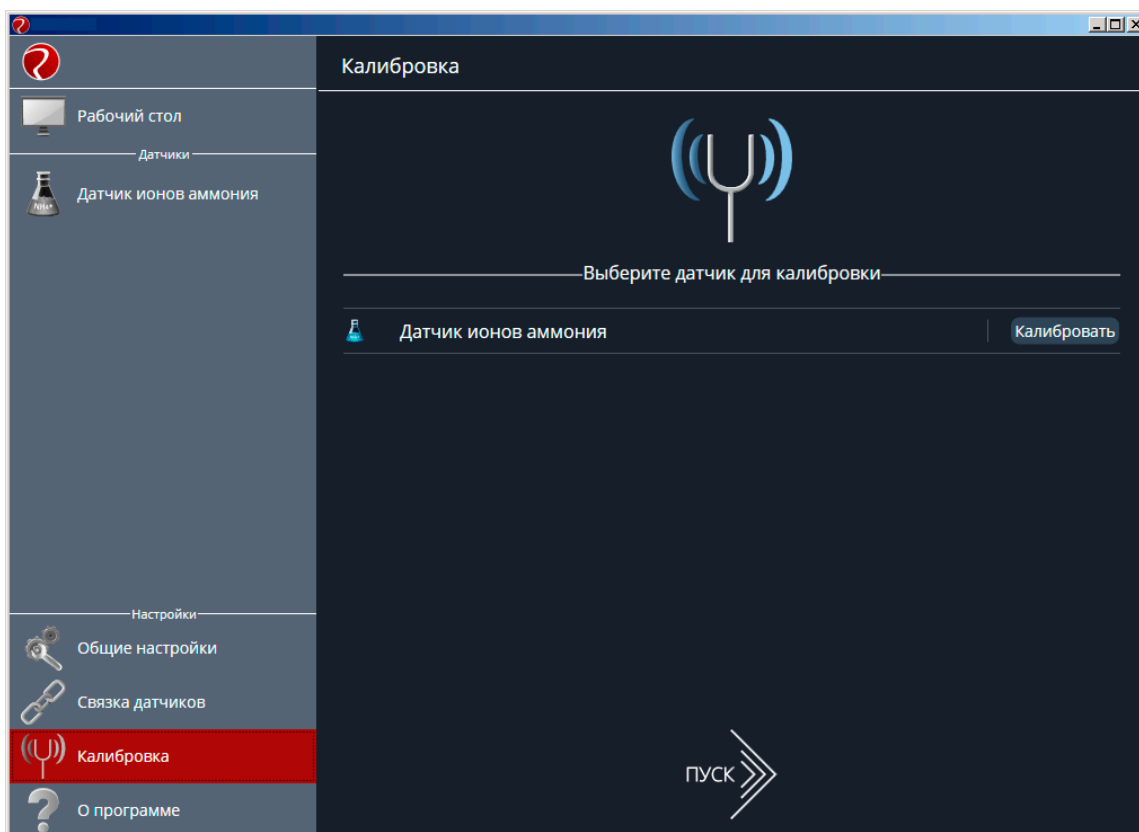

Рисунок 2 – Окно выбора калибруемого датчика
- 6) На панели «Настройки» выбрать пункт меню «Калибровка». В появившемся списке датчиков выбрать режим «Калибровать» для датчика ионов аммония (рис. 2).